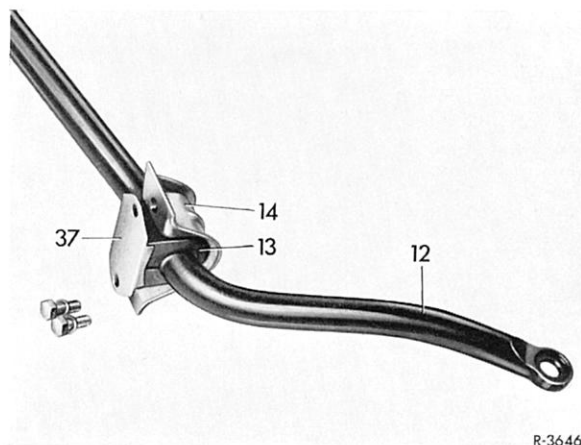

Bild 32-7/2
3 Gummilager (13) der Drehstablagerung und Gummiringe (27b) des Verbindungsgestänges kontrollieren (Bild 32-7/3).
4 Gummilager mit dem Trennschlitz nach vorn auf den Drehstab schieben, Sicherungsblech (37) aufdrücken und Drehstablagerung am Rahmenboden montieren (Bild 32-7/2 u. 3). Vor dem Festziehen der Sechskantschrauben Drehstab ausmitteln.